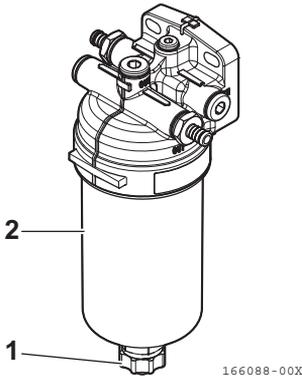

Figura 12
2. Retire el tapón de drenaje (**Figura 12, (1)**).
3. Retire la tapa del filtro (**Figura 12, (2)**) con una llave (diámetro: 30).